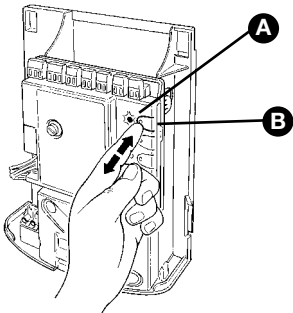

Figura 67
- 1 Premere e tenere premuto il tasto P1 [B] (Figura 67) sulla centrale.